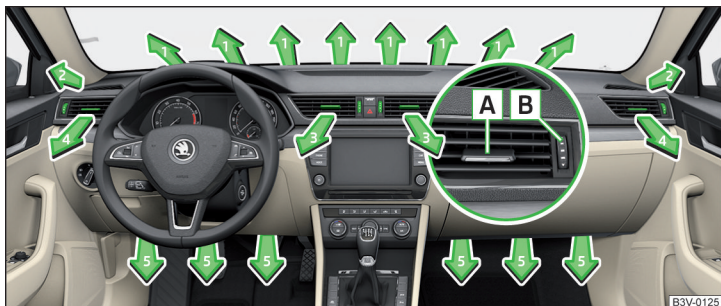
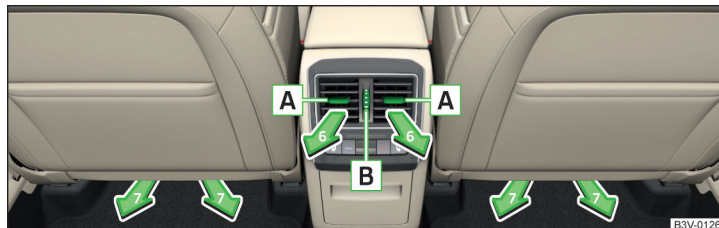

Abb. 155 Luftaustrittsdüsen vorn
Abb. 156 Luftaustrittsdüsen hinten
Bei den Luftaustrittsdüsen 3, 4 » Abb. 155 und 6 » Abb. 156 kann die Luftströmungsrichtung geändert und die Düsen können auch einzeln geöffnet und geschlossen werden.
- » Die waagerechten Lamellen mithilfe des verschiebbaren Verstellelements **A** » Abb. 155 bzw. » Abb. 156 nach oben oder unten schwenken, um die Höhe der Luftströmung zu ändern.
- » Die senkrechten Lamellen mithilfe des verschiebbaren Verstellelements **A** » Abb. 155 bzw. » Abb. 156 nach links oder rechts drehen, um die seitliche Richtung der Luftströmung zu bedienen.
- » Den Regler **B** » Abb. 155 bzw. » Abb. 156 nach oben drehen.
- » Den Regler **B** » Abb. 155 bzw. » Abb. 156 nach unten drehen.
Richtung des Luftaustritts einstellen	Active Luftaustrittsdüsen » Abb. 155 und » Abb. 156
Richtung des Luftaustritts einstellen	Aktive Luftaustrittsdüsen » Abb. 155 und » Abb. 156